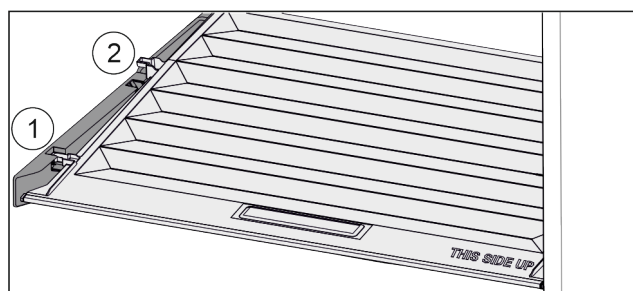

Fig. 21
- ▶ Pokrywę pociągnąć do przodu Fig. 21 (1), aż otworzy się w elementach trzymających.
- ▶ Podnieść tył od dołu i w wyjąć Fig. 21 (2) go do góry.